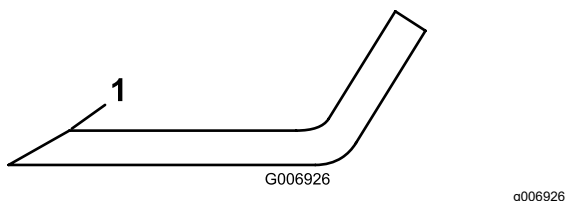

Figura 72
- Ispezionate i taglienti di tutte le lame, affilateli se sono smussati o scheggiati, affilate solo la parte superiore del tagliente e mantenete l'angolo di taglio originale per garantire l'affilatezza (Figura 72).